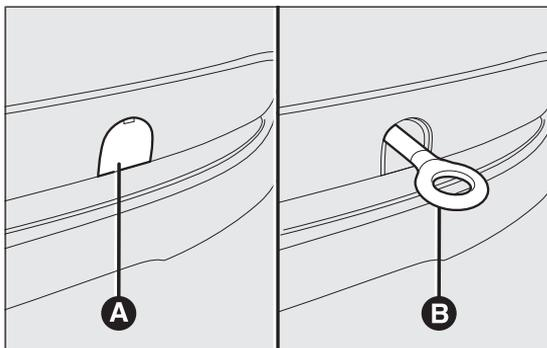

fig. 154
- sortir l'anneau d'attelage B fig. 154 de son logement, dans la boîte à outils ;